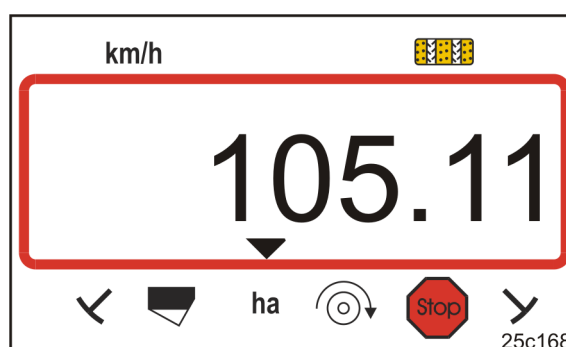

Fig. 25
- Indicação (Fig. 25) superfície total trabalhada (por exemplo, 105,1 ha).